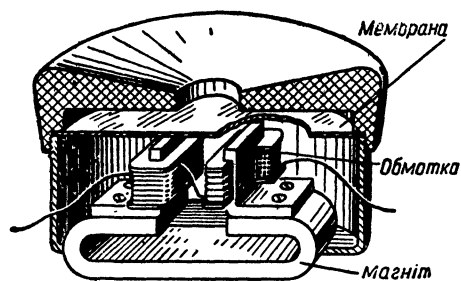

Рис. 2. Устройство телефона.
*Телефон* представляет собой в сущности электромагнит, сердечник которого намагничен (так называемый поляризованный электромагнит). Вместо якоря электромагнита в телефоне употребляется тонкая стальная пластинка (мембрана), которая притягивается к электромагниту (рис. 2).